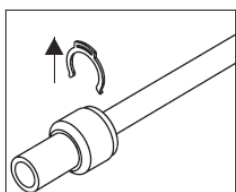

Fig. 1
- 1) Retirer le clip de sécurité du connecteur rapide (le cas échéant) (Fig.1).